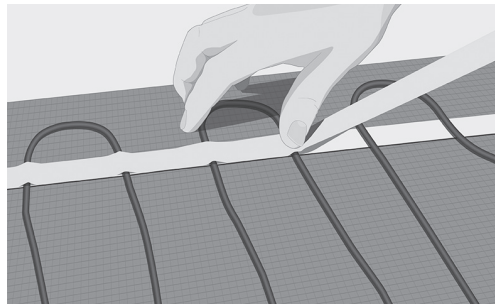

Fig. 8. Fäst kabeln med maskeringstejp
11. Fäst kabeln med maskeringstejp ovanpå kabeln och den dubbelhäftande tejpens. Tryck fast tejpens ordentligt på kabeln för att förebygga att det bildas lufthåligheter under appliceringen av täckmaterialet (Fig. 8).